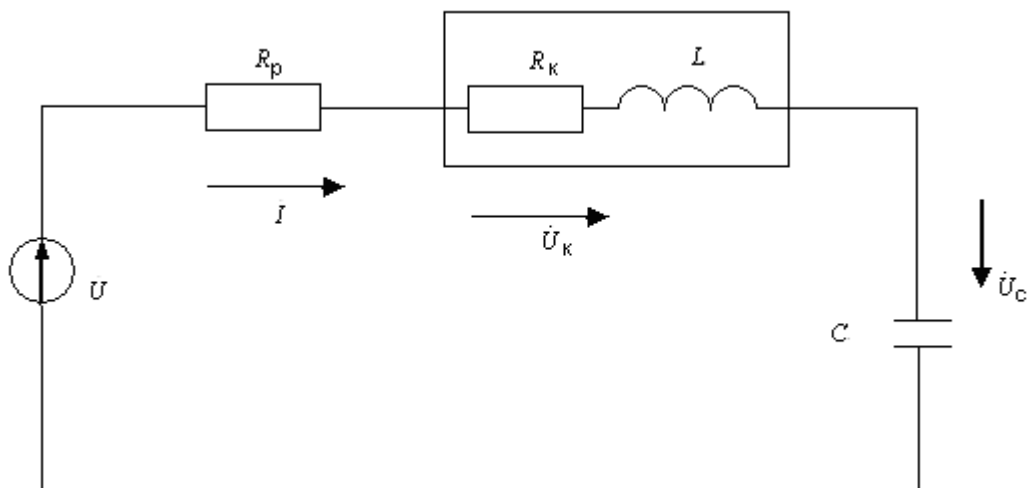

Рисунок 4.1
4.2.1 Собрать последовательный колебательный контур (рисунок 4.1). Установить напряжение на входе $3 \div 5$ В. В качестве резистора, катушки и конденсатора использовать блоки переменных сопротивлений, индуктивности и емкости или элементы наборного поля. Установить номинальные значения параметров согласно варианту задания (таблица 4.1). Сопротивление резистора определяется по формуле $R_p = R - R_k$, где R - активное сопротивление контура, рассчитанное для добротности $Q = 2,5$; R_k - активное сопротивление катушки индуктивности.